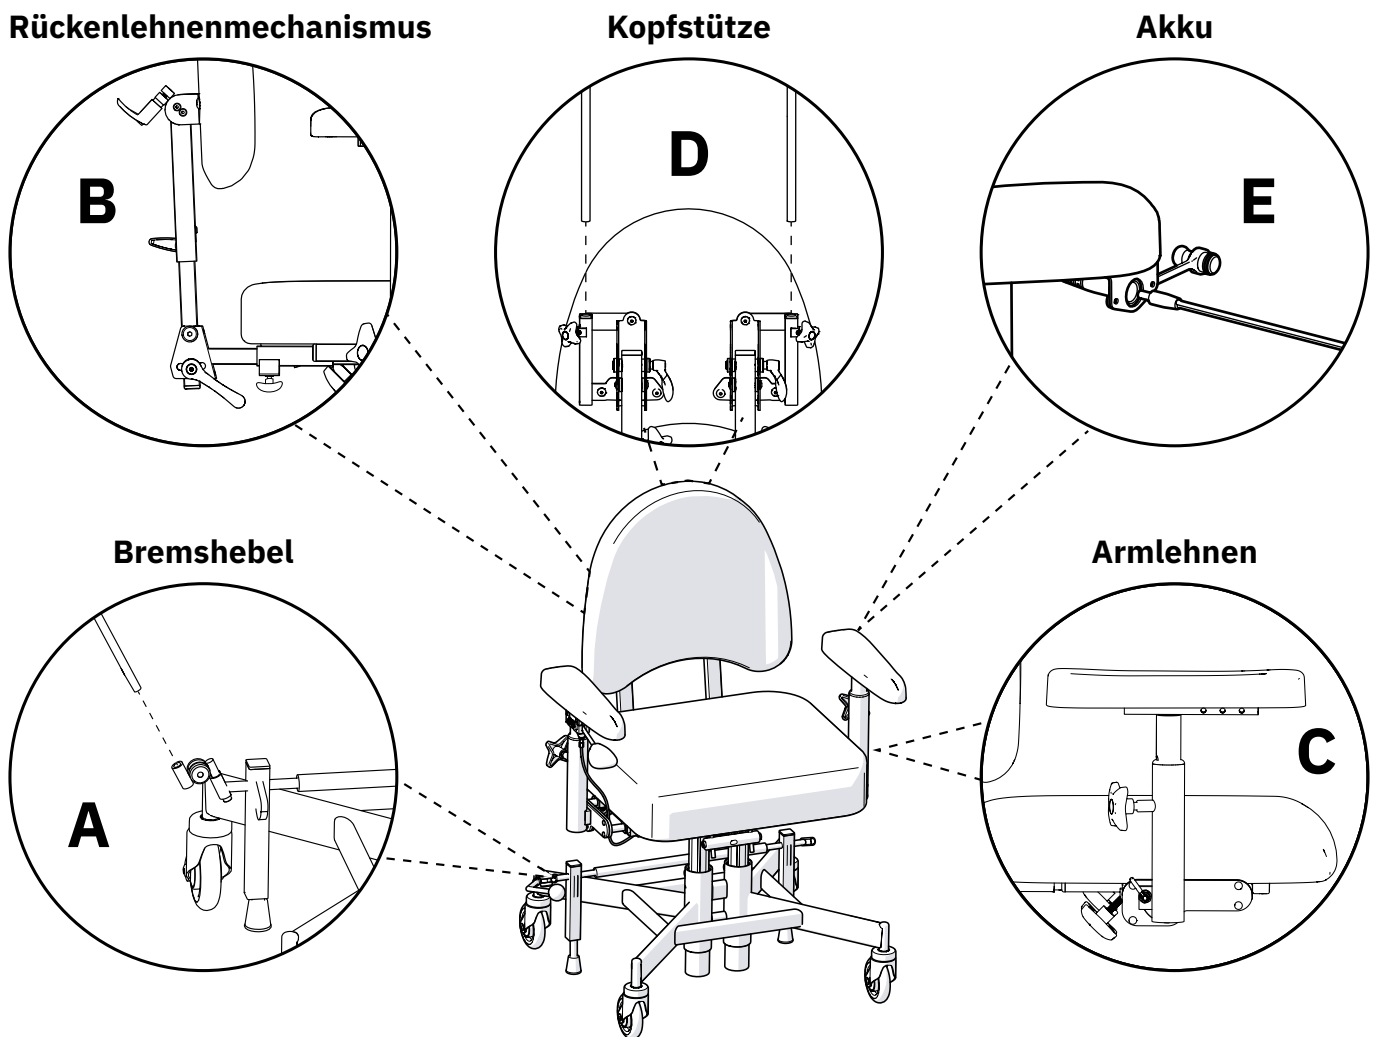

Abb. 2.1. Vorbereitungen vor der Inbetriebnahme des Produkts.
Stecken Sie den Bremshebel in die Bremshebelhalterung (A), siehe Abb. 2.1. Der Bremshebel kann auf der rechten oder linken Seite montiert werden.
Setzen Sie die Rohre der Rückenlehne in den Rückenlehnenmechanismus (B) ein und stellen Sie die gewünschte Höhe ein, siehe Abb. 2.1. Ziehen Sie sämtliche Handschrauben (B) fest.
Lösen Sie die Handschrauben an den Armlehnen (C) und stellen Sie die gewünschte Höhe und Breite ein, siehe Abb. 2.1. Ziehen Sie sämtliche Handschrauben (C) fest.
Sofern das Produkt mit einer Kopfstütze geliefert wird, stecken Sie den Kopfstützenmechanismus in die Halterung an der Rückenlehne (D) und stellen Sie die gewünschte Höhe ein, siehe Abb. 2.1. Ziehen Sie sämtliche Handschrauben (D) fest.
Vor der ersten Inbetriebnahme muss bei elektrischen Modellen der Akku aktiviert und/oder geladen werden. Dazu wird das Akkuladegerät am Ladeanschluss des Produkts und an eine Wandsteckdose (E) angeschlossen, siehe Abb. 2.1. Die Ladebuchse kann an verschiedenen Stellen des Produkts montiert werden. In den meisten Fällen wird das Produkt mit der Ladebuchse an der Rückseite der linken Armlehne geliefert.